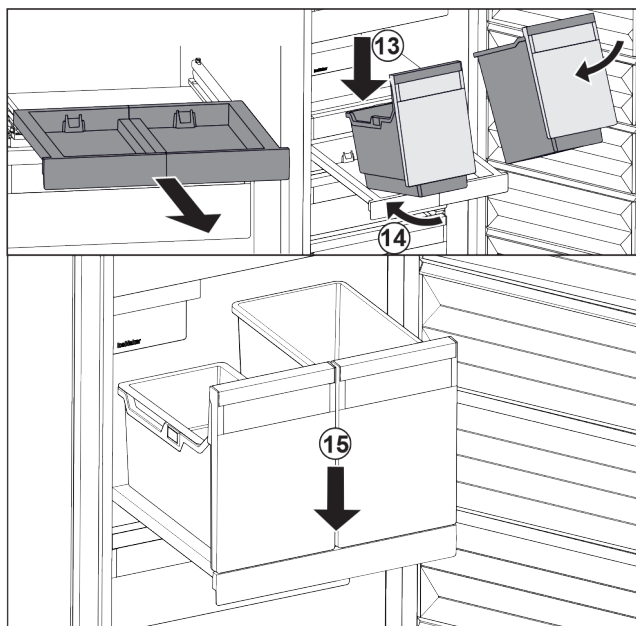

Fig. 24
- ▶ Nasad'te nádobu šikmo na vyťahovaciu poličku. Fig. 24 (13)
- ▶ Zasuňte nádobu šikmo dozadu. Fig. 24 (14)
- ▶ Zložte nádobu vpredu. Fig. 24 (15)